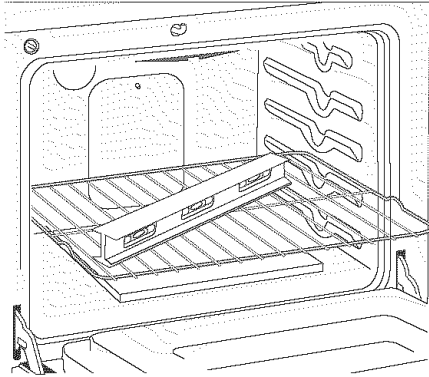

Figure 11
2. Déposez un niveau à bulle sur la grille (voir la figure 11). Prenez 2 lectures en plaçant le niveau en diagonale dans une direction, puis dans l'autre direction. Utilisez des entretoises de bois sous le four encastré pour niveler si nécessaire.